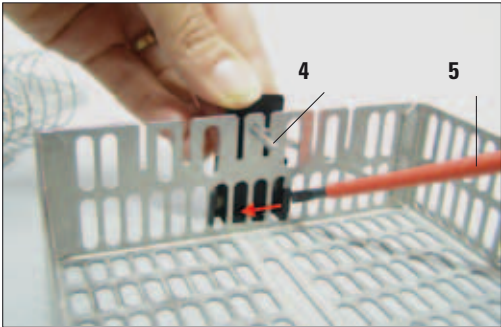

图 11
- 当安装好夹具后, 不能拆除样品篮的把手 (4), 否则夹具会弯曲。
- 然后插入合适的工具 (螺丝刀 5, 图 11), 从里面撬下夹具。